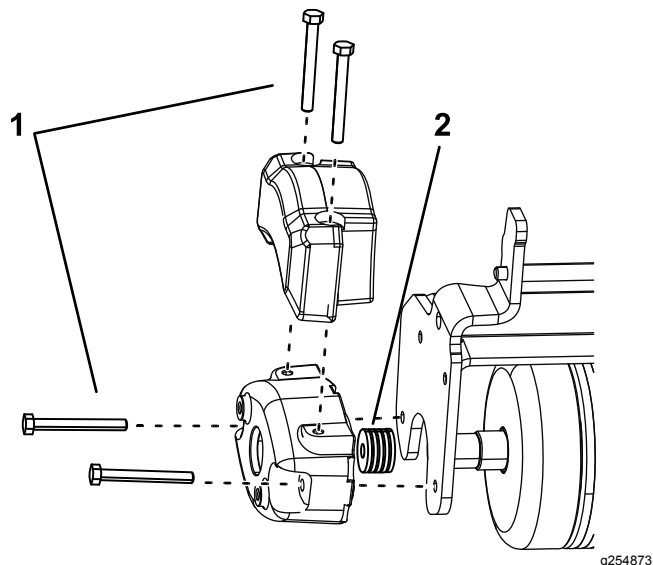

Figura 5
- Instale 2 pernos (5/16"-18 x 2¾") como se muestra en la Figura 5.
3. Instale 4 espaciadores (3 mm) en cada perno, entre el contrapeso y la placa lateral del rodillo triple (Figura 5).